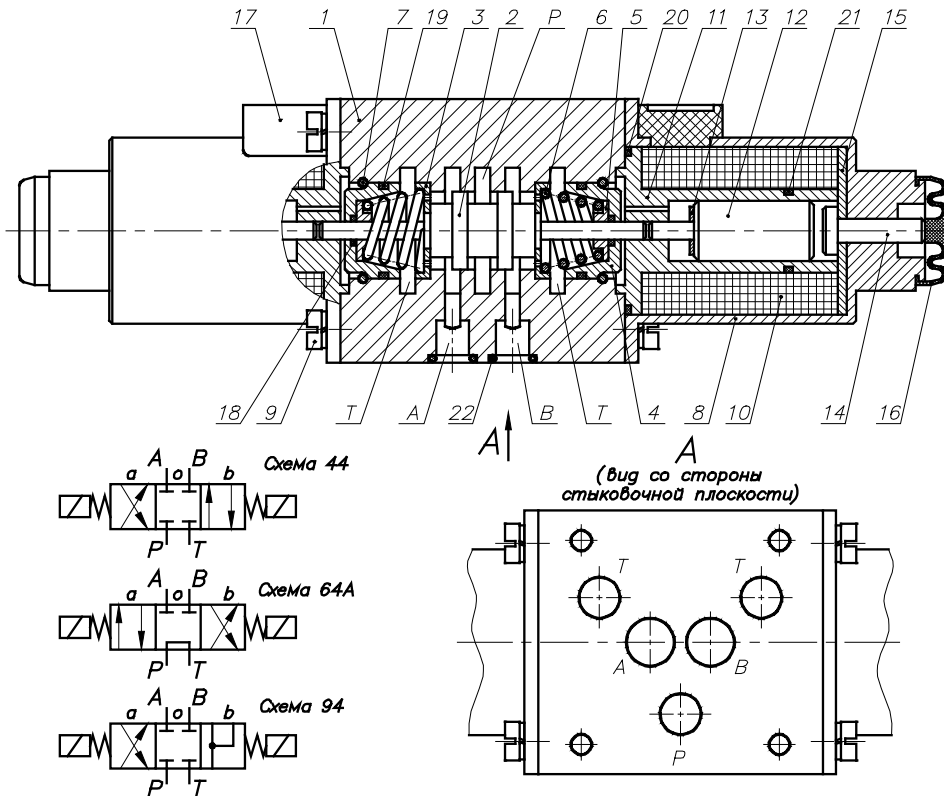

Рисунок 20. Устройство гидрораспределителя.
**Гидрораспределитель** ( рисунок 20) предназначен для изменения направления или пуска и останова потока рабочей жидкости в гидравлических системах с давлением до 32 МПа.